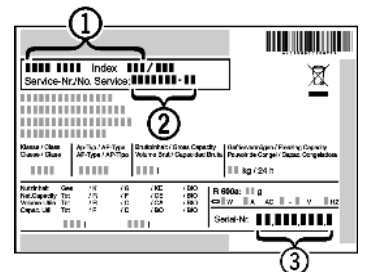

Fig. 13
- ▶ Denominación del aparato *Fig. 13 (1)*, nº del servicio técnico *Fig. 13 (2)* y nº de serie *Fig. 13 (3)* en la placa de identificación. La placa de identificación se encuentra en la parte interior izquierda del aparato.
- ▶ Informe al servicio postventa e indique el fallo, la denominación del aparato *Fig. 13 (1)*, el nº del servicio técnico *Fig. 13 (2)* y el nº de serie *Fig. 13 (3)*.